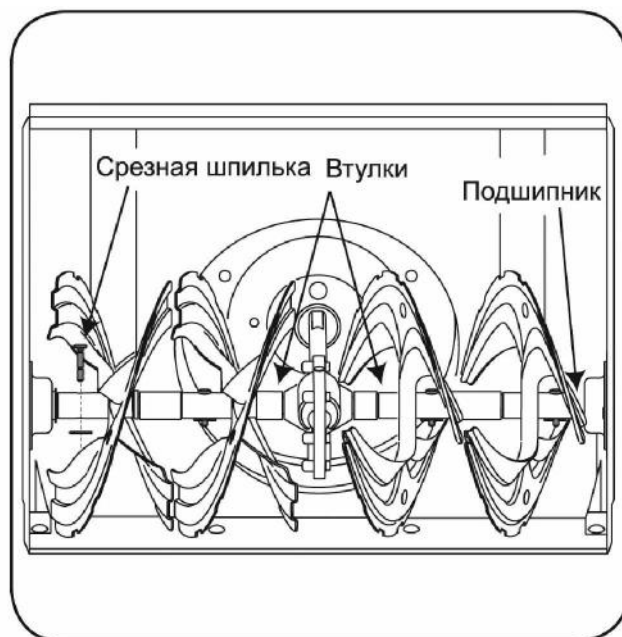

Рис. 37.
1. По крайней мере, один раз в сезон снимайте срезные болты с вала шнеков. Смажьте вручную или с помощью аэрозоля пластмассовые подшипники вала шнеков, а также места около и сами отверстия под срезные болты. Затем установите их на место. См. Рис. 37.